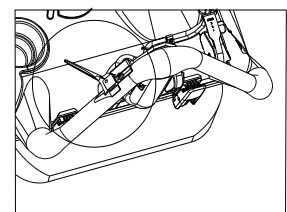

Fig. 15
2. Tryk koblingshåndtaget ind mod styret for at aktivere fremdriften. (Se fig. 15)